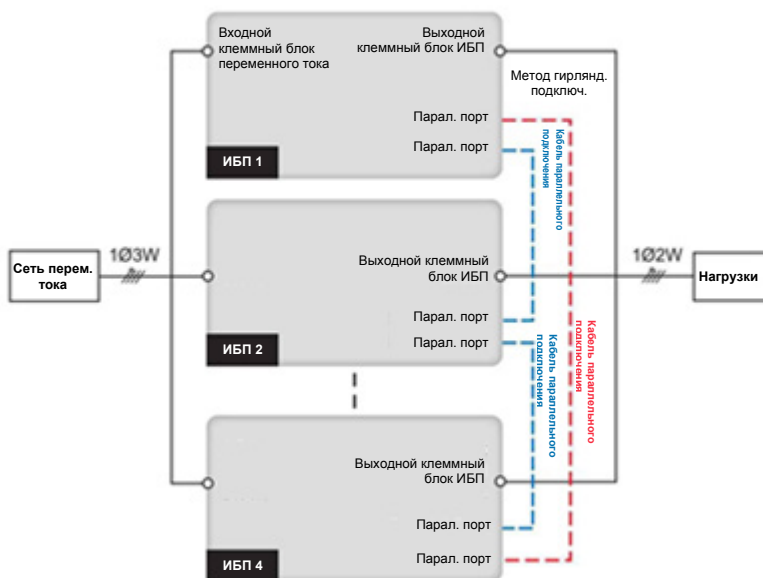

Рисунок 7-4. Схема электрических соединений параллельных ИБП
1. Параллельно можно подключать до 4 ИБП. Для повышения надежности параллельного подключения используйте метод «гирляндного» соединения. См. **Рисунок 7-4**.